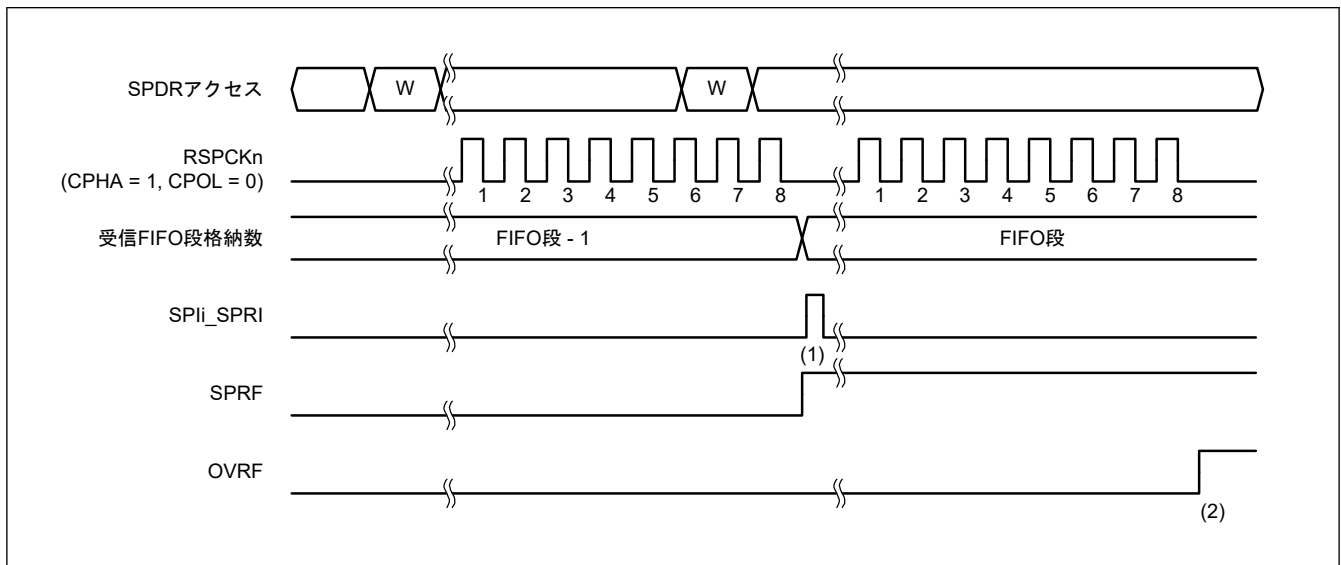

図 30.30 SPCR.TXMD[1:0] = 00b の動作例
以下に、図 30.30 の (1)、(2) に示したタイミングでのフラグ動作を説明します。